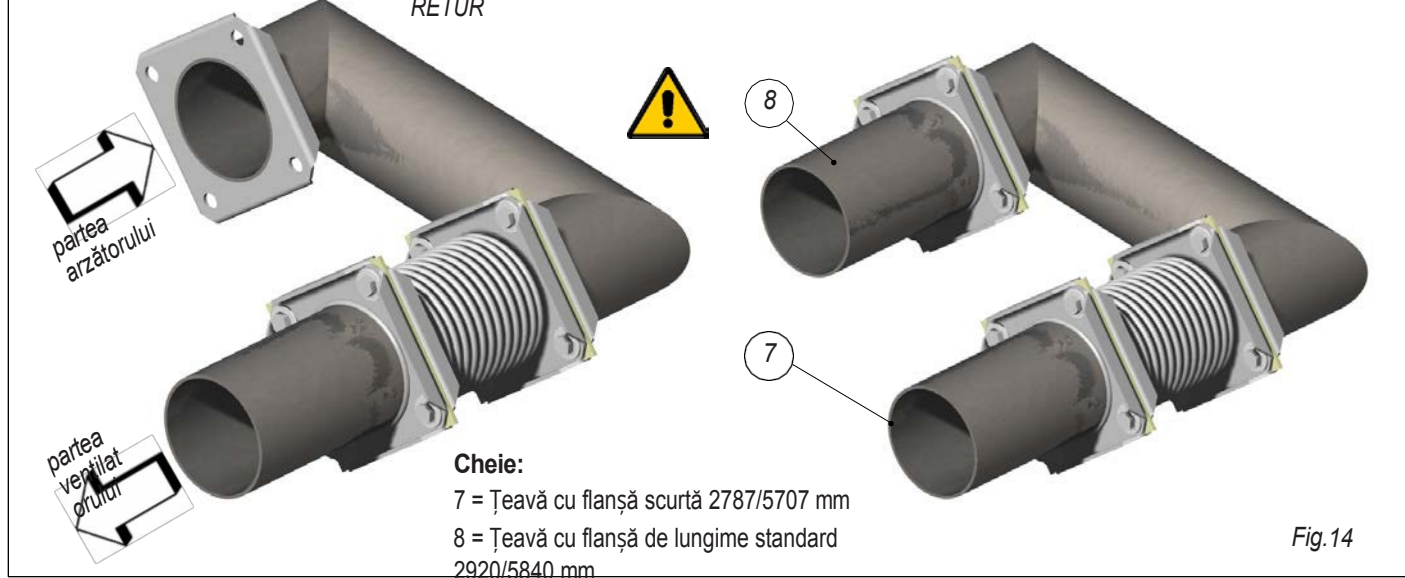

Fig. 14
c) Așezați țeava scurtă cu flanșă fig. 14 (2787 sau 5707 mm. lungime) pe partea laterală a piesei de expansiune, așa cum se arată în fig. 13-14. Pentru a facilita identificarea acestei țevi scurte, flanșa este vopsită în alb.